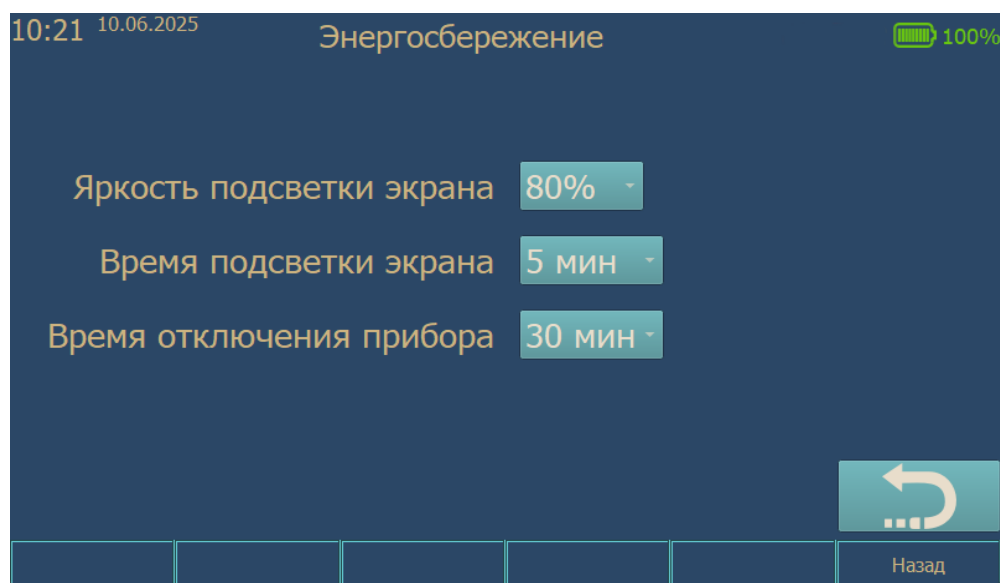

Рис. 21. Настройки энергосбережения
3.1.3. Пункт «Экономия заряда» позволяет задать настройки яркости экрана и автоматического отключения прибора. Внешний вид окна настроек энергосбережения представлен на рис. 21.